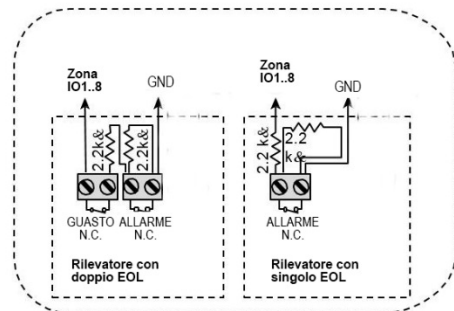

Figura 2.1 - Esempio di collegamento del rilevatore
Per montare il modulo Expander come mostrato nella Figura 2.1, procedere come segue:
1. Premere il basso sul modulo Expander tra le due clip per inserire il modulo nel pannello posteriore. Per identificare le clip, vedere la Figura 2.1 (A).